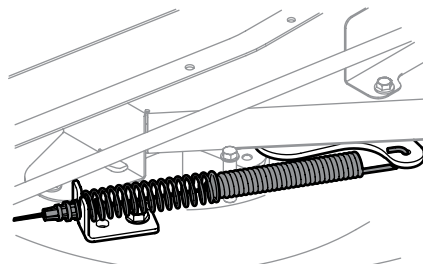

Figura 4-10
8. Extraiga con cuidado el cable de la PTO de la parte posterior de la plataforma de corte. Retire el resorte del soporte de polea loca de la plataforma. Consulte la Figura 4-10.